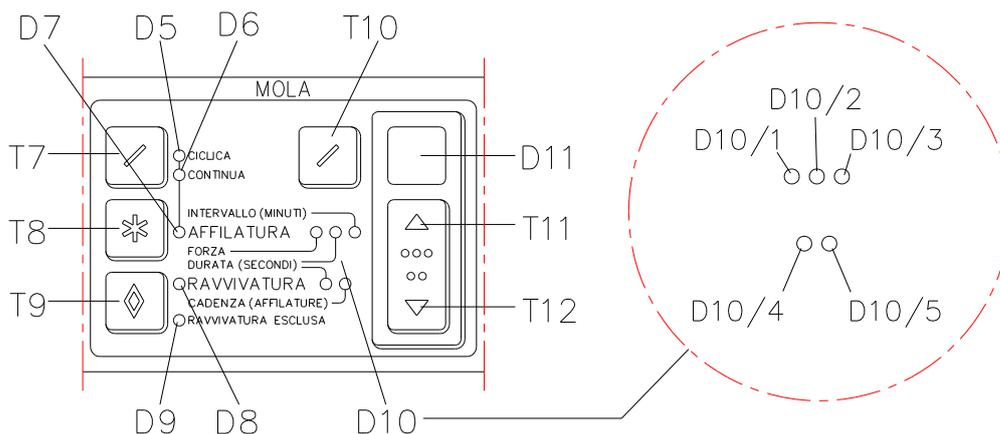

fig. 12
8.7 TASTIERA - MOLA fig. 12
8.8 TASTIERA - PROGRAMMAZIONE AFFILATURA E RAVVIVATURA fig. 12